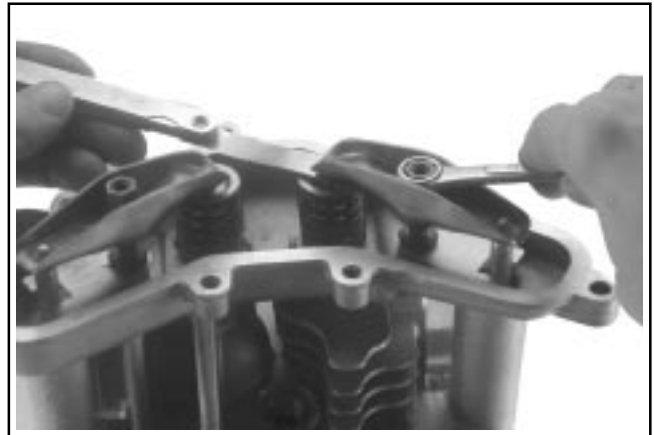

Figure 10-39. Réglage du jeu de soupape.
4. Une fois le moteur sur le point mort haut de la course de compression, insérer un calibre plat de **0,076 mm (0,003 in.)** entre une des tiges de soupape et le culbuteur. Serrer l'écrou de réglage avec une clé jusqu'à ce qu'une légère « résistance » se fasse sentir sur le calibre. Maintenir l'écrou dans cette position et serrer la vis de réglage (T15 Torx) au couple de **5,5 Nm (50 in. lb.)**. Effectuer le réglage sur l'autre soupape. Jeu de soupape correct : **0,076/0,127 mm (0,003/0,005 in.)**. Voir les Figures 10-39 et 10-40.